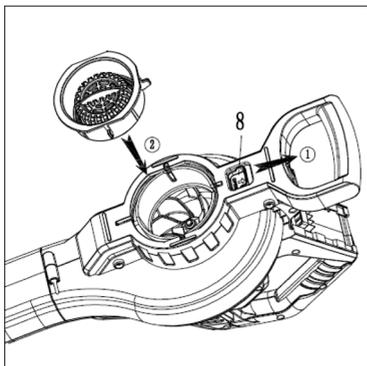

Abbildung 12
- Ziehen Sie den unteren Verriegelungsknopf (Abb. 12 / Position 8) in Richtung OPEN / AUF, montieren Sie die Einlasshaube in das Motorgehäuse und lassen Sie den unteren Verriegelungsknopf wieder in den verriegelten Zustand zurückspringen.